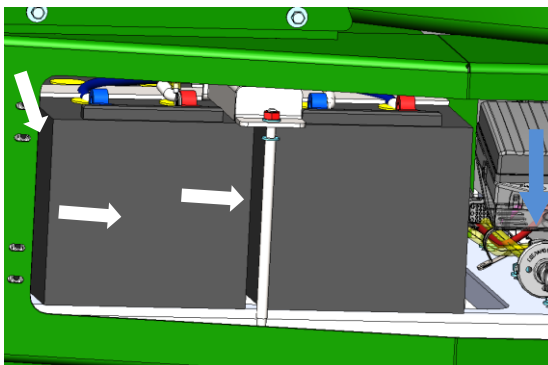

Рисунок 5.44. Чистка аккумуляторов
- ▶ Отключить питание главным выключателем аккумуляторной батареи, рис. 5.44 (показано синей стрелкой).
- ▶ Отключить питание главным выключателем АКБ, рис. 5.44 показано синей